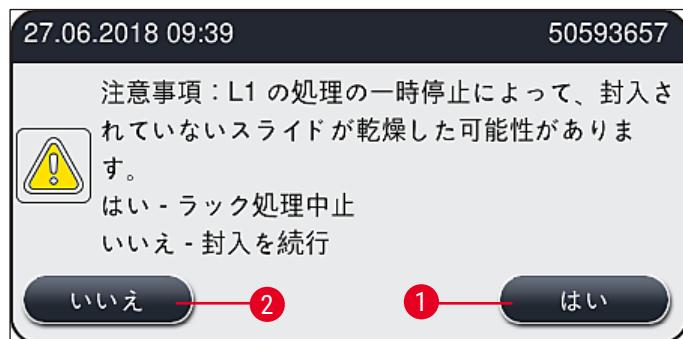

図 112
9. 装置ソフトウェアが消耗品の充填量スキャンを実行します。チェックが終了すると、情報メッセージが表示されます (→ 図 112)。